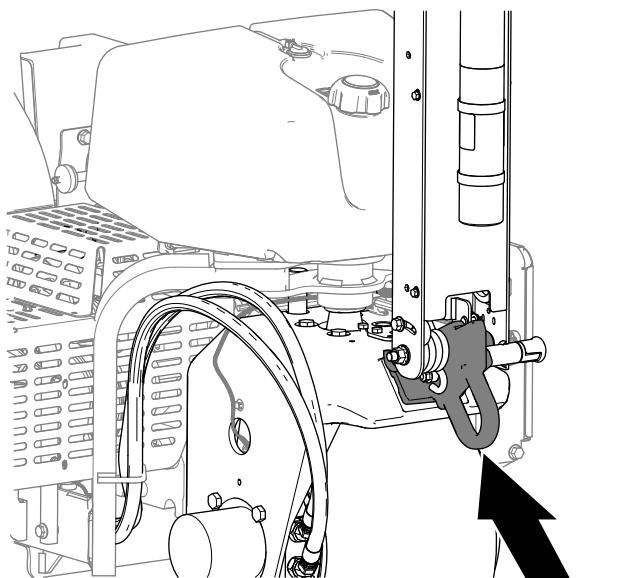

Figure 117
6. Si vous remorquez la machine, utilisez l'anneau d'attache avant pour la tracter (Figure 117).